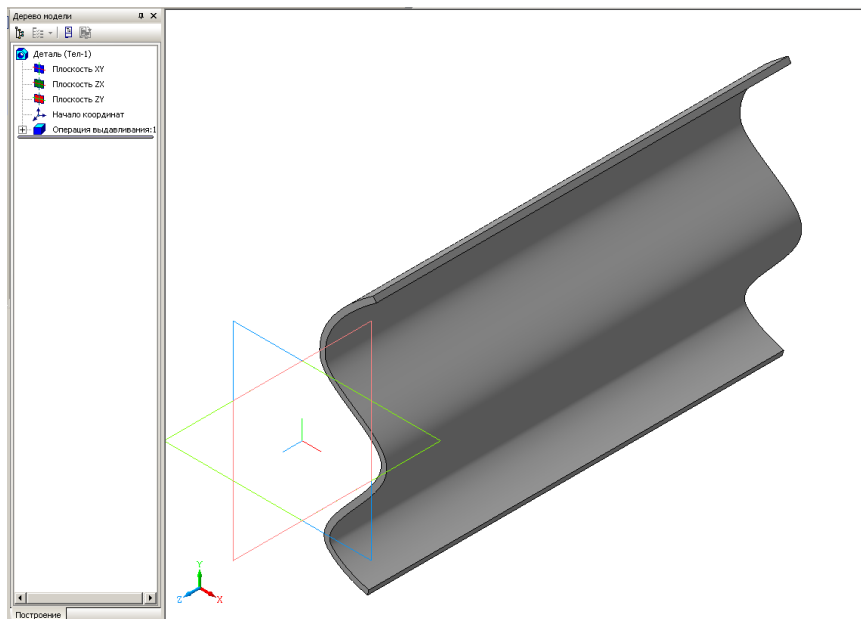

Рис. 2.29. Трехмерная модель пластины, построенная на основе эскиза Кривая Безье.
4.4. Сравните полученный результат с рис. 2.29.